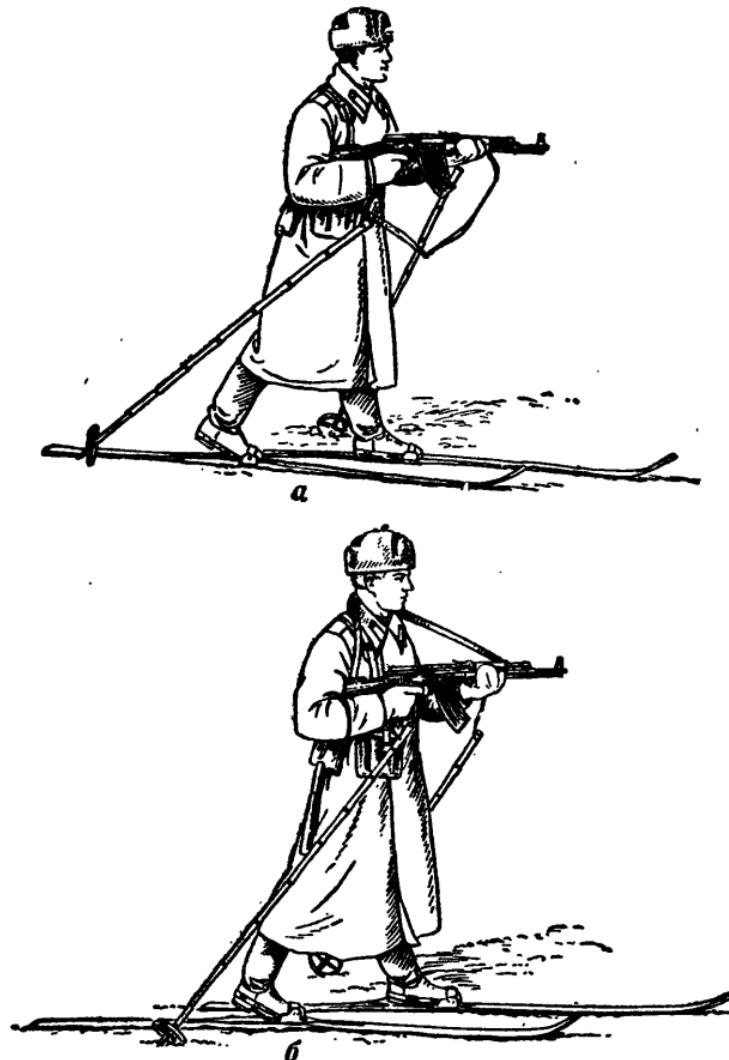

Рис. 78. Положение при стрельбе с лыж в движении:
**136.** Для стрельбы с лыж в движении надеть петли палок на кисти рук; правой рукой прижать приклад к правому боку без упора или с упором затыльником в плечевую часть правой руки у локтевого сустава; левой рукой, удерживая автомат за цевье, направить его в цель; не прекращая движения, открыть огонь (рис. 78).